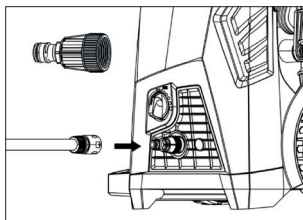

Рис. 9
- Подсоедините переходник садового шланга (гнездовой соединитель) к впускному отверстию для воды мойки высокого давления, затем вставьте садовый шланг (штекерный конец) в переходник садового шланга. Рис.9